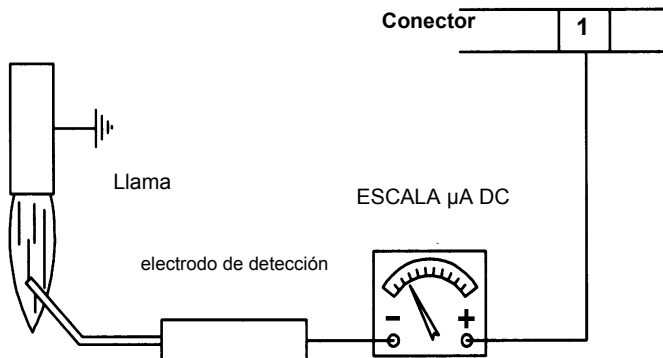

Fig. 16
- Limpie y controle los electrodos de encendido y detección. Controle la señal de detección, siga el esquema de la Fig. 16.
En el caso en que el quemador vaya en bloque, ejecutar los siguientes controles. Para medir la señal de detección, siga el esquema de la Fig. 16. Si la señal es inferior al valor indicado, controle la posición del electrodo de detección, los contactos eléctricos y, de ser necesario, sustituya el electrodo de detección.